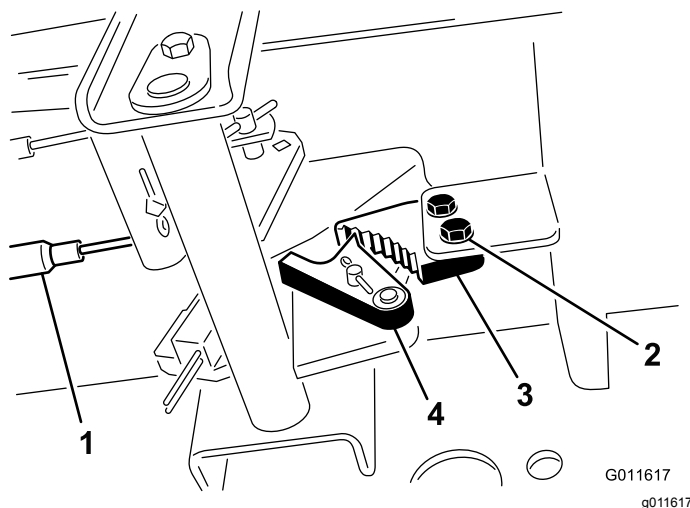

Рисунок 84
1. Ослабьте два винта крепления защелки стояночного тормоза к раме (**Рисунок 84**).
2. Нажимайте педаль тормоза вперед, пока углубление тормоза не войдет полностью в зацепление с защелкой тормоза (**Рисунок 84**).